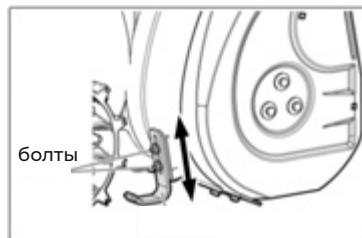

Рис. 22
3. Ослабьте болты крепления ограничительных башмаков и отрегулируйте их таким образом, чтобы клиренс шнека соответствовал рекомендованному для конкретных условий. Отрегулируйте одинаково положение правого и левого ограничительного башмака. Затяните болты (рис. 22).